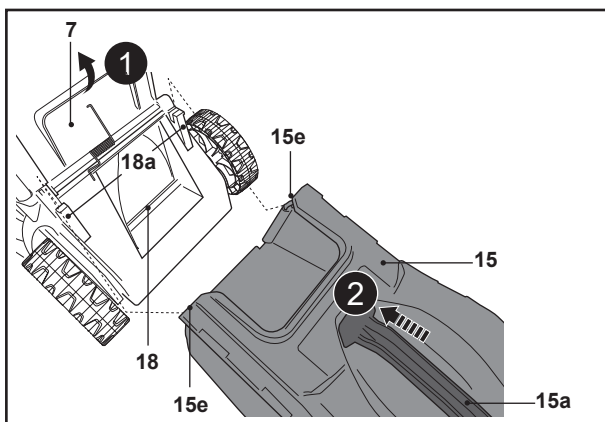

Fig. 5
4. Ouvrir le déflecteur arrière (7) et le maintenir ouvert (Fig. 5, étape 1).
5. Transporter le bac de ramassage (15) par sa poignée de transport (15a).
6. Aligner les deux crochets du bac de ramassage (15e) sur les encoches (18a) et y accrocher le bac de ramassage (15) (Fig. 5, étape 2).
7. Relâcher ensuite avec précaution le déflecteur arrière (7).